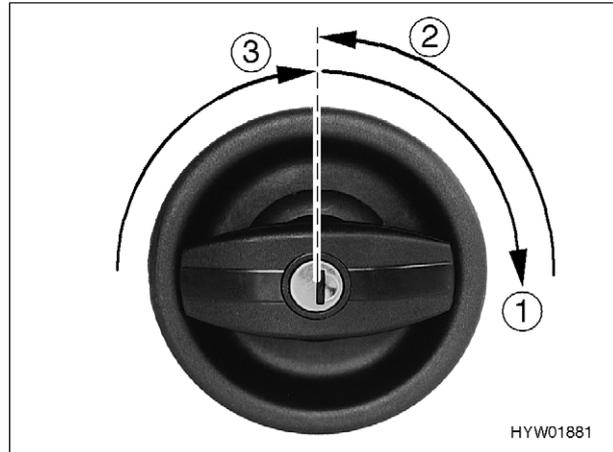

Bild 18 Türschloss Eingangstür, außen, öffnen
- Schlüssel in Schließzylinder stecken und im Uhrzeigersinn drehen (Bild 18,1), bis das Türschloss entriegelt ist.
- Schlüssel in Mittelstellung (Bild 18,2) zurückdrehen und abziehen.
- Türknauf im Uhrzeigersinn (Bild 18,3) drehen, bis Türschloss entriegelt ist.